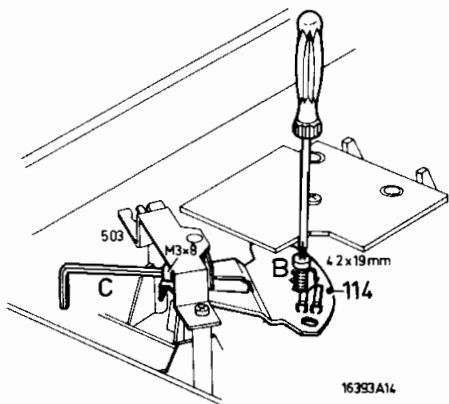

Fig. 4
1. Adjusting the start/stop bracket 114 (Fig. 4)
1. Instelling start-stopbeugel 114 (Fig. 4)
1. Réglage de l'étrier marche/arrêt 114 (Fig. 4)
1. Einstellung des Start/Stopbügels 114 (Fig. 4)
1. Regolazione della squadra marcia/fermo 114 (Fig. 4)